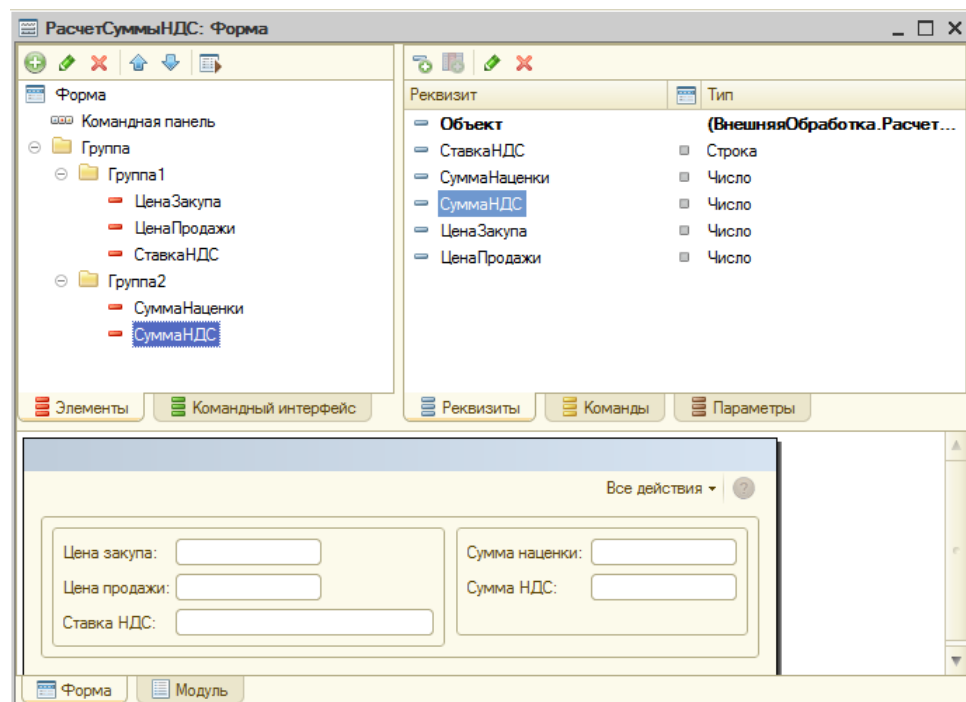

Рисунок 137 Пример формы
5. Создайте группы и оформите внешний вид формы. Пример на рис. 137.